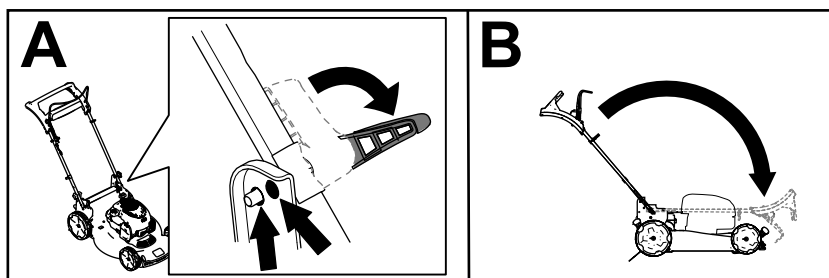

Figura 17
2. Disinnestate i fermi della stegola finché non è possibile muovere liberamente la stegola superiore (A della Figura 17)
3. Piegate la stegola in avanti, in posizione completamente in avanti (B della Figura 17).